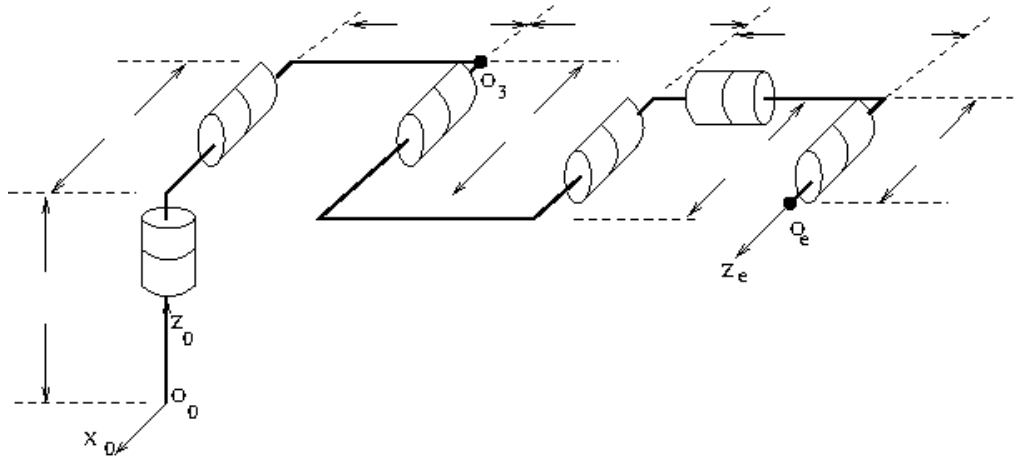

FIGURE 2 – Modélisation des liaisons de l'UR3
Sachant que l'origine du repère 3 (O_3) et que le repère outil (noté e) sont imposés (voir figure 2), calculer le MGD de ce robot.
- En vous servant des données techniques indiquer les dimensions manquantes sur la figure 2.
- Placer les repères et déterminer les paramètres de DHM associés (figure 2).
Afin de simplifier le calcul des modèles, on considère que les 3 dernières liaisons sont fixes dans la configuration de la figure 2.